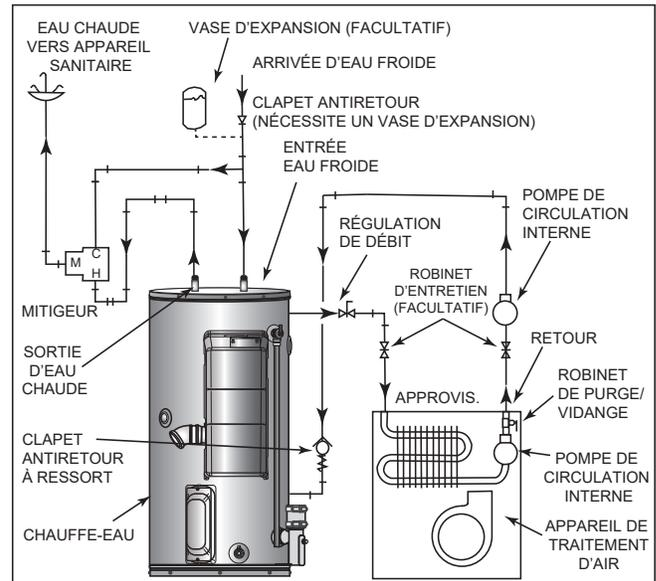

Figure 38. Configuration-type d'un système chauffage combiné
- A. Un ventilo-convecteur/appareil de traitement d'air. Voir **Figure 38** (page 33).
- B. Un circuit de radiateurs-plinthes (tube à ailettes)/chauffage au sol à eau chaude. Voir **Figure 38** (page 33).